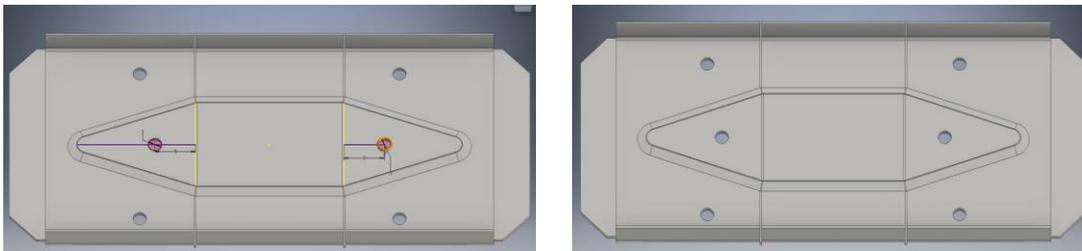

Ilustración 377. Proceso de agujereado y resultado final del paso 17. Escuadra mesa.
17. Inserte un nuevo boceto sobre la cara que se muestra en la *Ilustración 377*.